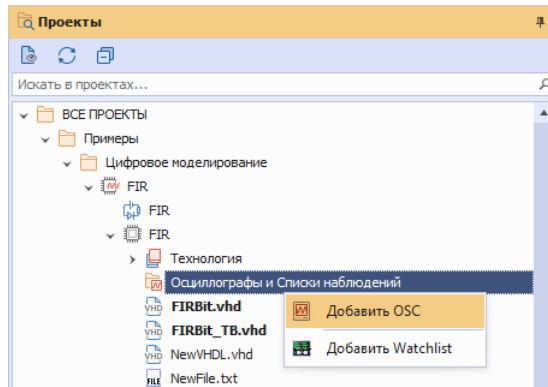

Рис. 27 Выбор пункта для добавления осциллографа
3. Выберите пункт «Добавить OSC», см. Рис. 27.